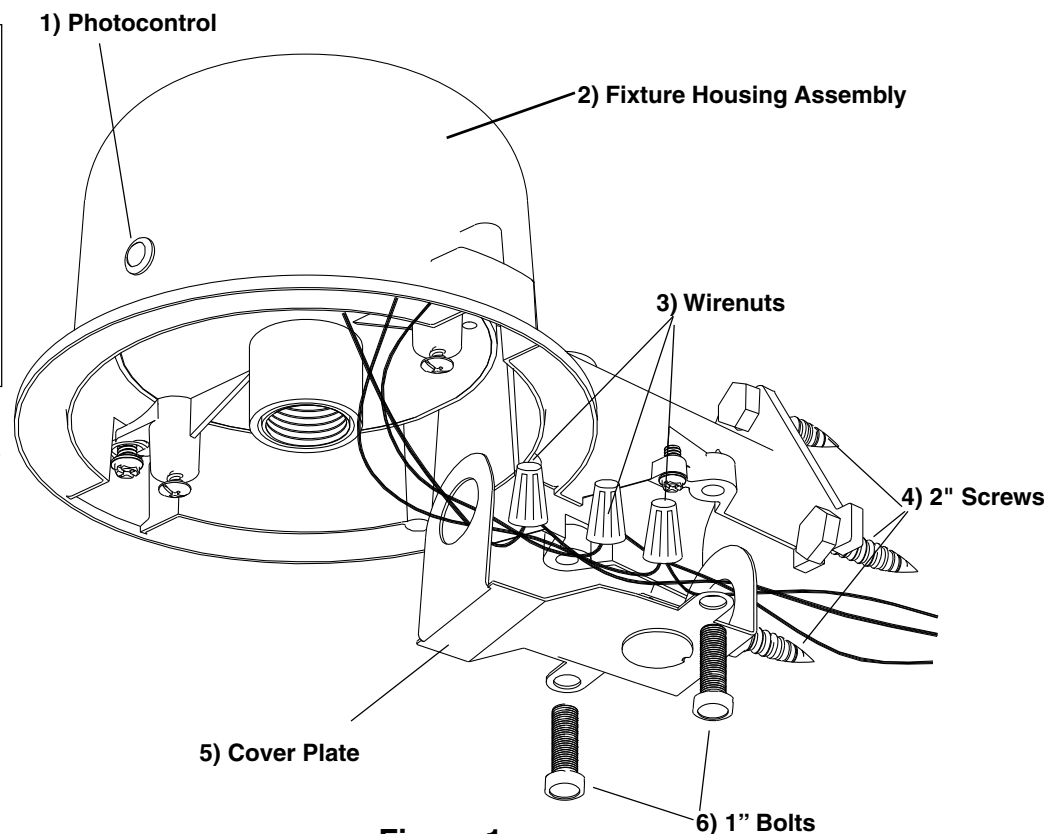

Figure 1
7. Retirer la débouchure à l'arrière de la plaque couvercle (5) pour le montage de la boîte de jonction ou retirer la débouchure au bas de la plaque couvercle pour le montage par conduit et acheminer les fils d'alimentation par le trou. *Note: Cet appareil est prévu pour un usage avec des raccords de conduit, un conduit et des boîtes de jonction qui sont homologuées UL pour les emplacements mouillés et installés et mis à la terre conformément aux codes.*
8. Aligner la plaque couvercle (5) sous la partie du bras de l'appareil tel qu'illustré à la fig. 1 et acheminer les fils de l'appareil par le trou de la plaque couvercle.
9. Employer des capuchons de connexion (3) pour connecter le fil noir de l'appareil au fil noir d'alimentation et le fil blanc au fil blanc (neutre) d'alimentation.
7. Remove knockout on back of Cover Plate (5) for junction box mounting or remove knockout on bottom of Cover Plate for conduit mounting and feed house supply wires through hole. *Note: This fixture is intended for use with conduit connectors, conduit and junction box that are UL listed suitable for wet locations and are properly installed and grounded. See Fig. 1.*
8. Align Cover Plate (5) below fixture arm area as shown in Fig.1 and thread fixture wires through hole in Cover Plate.
9. Use Wirenuts (3) to connect the black fixture wire to the black house power supply wire and the white fixture wire to the white (neutral) house supply wire.
10. Hold the Fixture Housing Assembly (2) firmly and connect the copper ground wire from the fixture to the bare copper ground wire from the junction box using a Wirenut (3). *Note: If house wiring does not include a ground wire, consult your local electrical code for approved grounding methods.*
11. Secure Cover Plate (5) to housing with two 1" Bolts (6). See Fig. 1.
7. Quite el "knockout" en la parte trasera de Placa de la Cubierta (5) para montaje a caja de conexiones o quite el "knockout" en el fondo de la Placa de la Cubierta para montaje a tubo conduit y encamine los alambres de suministros de la casa por el agujero. *Nota: Este luminario esta concebido para uso con conectores de conduit, conduit y cajas de conexiones que estén listadas UL para ubicaciones húmedas y estén apropiadamente instalados y conectado a tierra.*
8. Alinee la Placa de la Cubierta (5) debajo del área de brazo del luminario como mostrado en la Fig. 1 y encamine los alambres del luminario a través del agujero en la Placa de la Cubierta.
9. Use Capuchones de Alambres (3) para conectar el alambre negro del luminario al alambre negro de suministro de electricidad de la casa y el alambre blanco del luminario al alambre blanco (neutral) de suministro de electricidad de la casa.